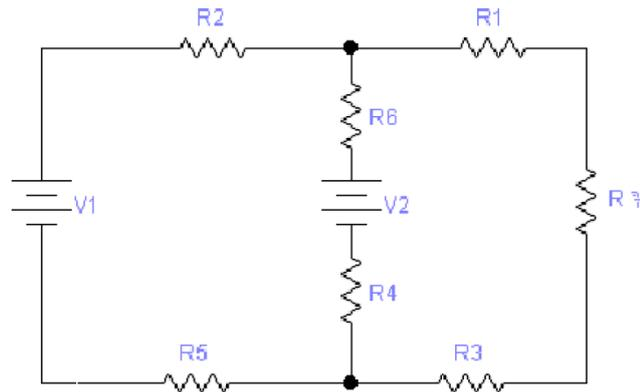

Figura 5.2 Circuito mixto con dos fuentes.
1. Implemente el circuito de la Figura 5.2 utilizando resistencias menores a 1000Ω y las dos fuentes. Anote en la Tabla 5.2 los valores de las resistencias